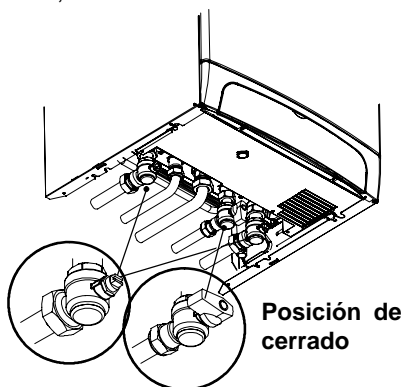

Fig. 2.10 Vista del lado inferior
- 2 Cerrar los grifos de la caldera Fig. 2.10;